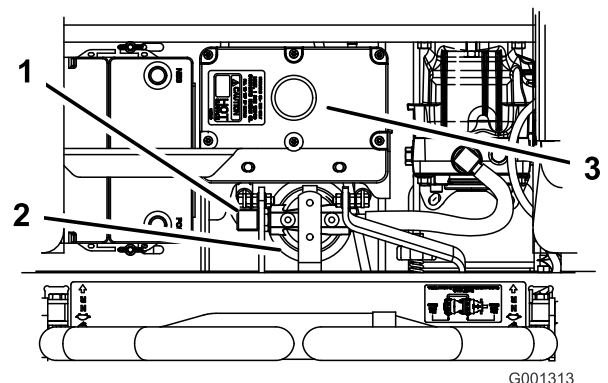

Figure 97
4. Débranchez la conduite hydraulique droite qui est raccordée à l'adaptateur (Figure 97).
6. Rebranchez la conduite hydraulique droite à l'adaptateur (Figure 97).
7. Appliquez une fine couche d'huile propre sur le joint en caoutchouc du filtre de rechange (Figure 97).
9. Remplissez le réservoir hydraulique jusqu'à ce que le liquide déborde du filtre. Tournez alors le filtre dans le sens horaire jusqu'à ce que le joint en caoutchouc vienne toucher l'adaptateur du filtre. Serrez ensuite le filtre de 1/2 tour supplémentaire (Figure 97).